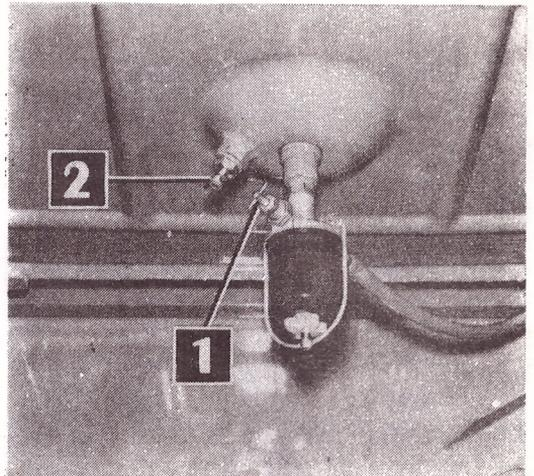

FIG. 36
- Nettoyer le filtre à tamis et la cuve en verre de la pompe d'alimentation en combustible et le filtre à cuve en verre à la sortie du réservoir ; vider le réservoir des impuretés par le bouchon (2, fig.36).
Avant de démonter la cuve, fermer le robinet (1, fig.36). Bien laver au gas-oil propre la cuve et le filtre, vérifier l'état du joint et remonter ; rouvrir le robinet avant de visser à fond les vis sous la cuve en verre afin de faciliter l'écoulement de l'air.
Il est opportun de vidanger fréquemment, spécialement en période humide, les impuretés et l'eau de condensation du réservoir par le bouchon (2, fig.36).